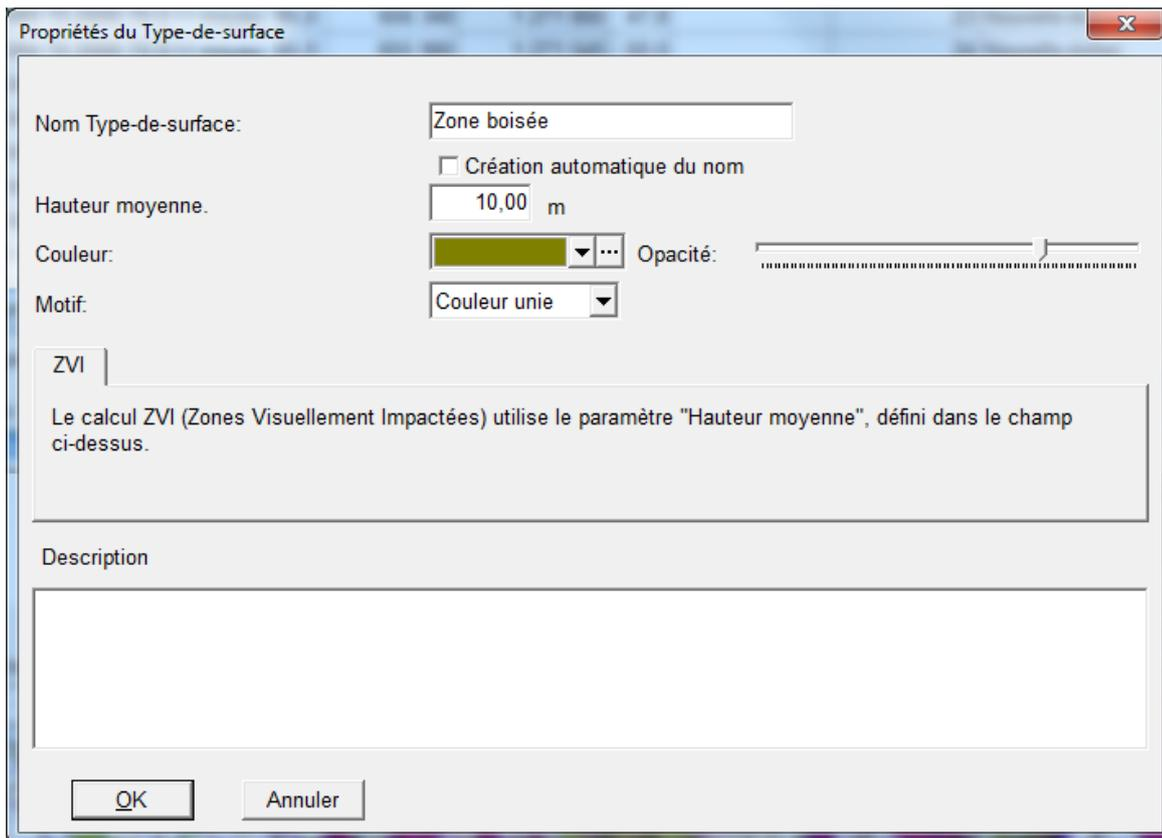

Figure 88
- Les boutons *Modifier Type-de-surface* et *Créer un nouveau Type* ouvrent la fenêtre de la Figure 88 où on peut entrer ou modifier les informations, dans cet exemple la *Hauteur moyenne*.